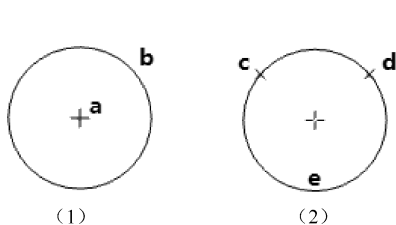

图 2-11 圆的画法
选择  圆工具，在绘图区单击鼠标左键确定圆心及圆周上一点，生成如图 2-11 (1) 所示的圆。
选择  3点工具，在绘图区用鼠标左键单击选择圆周上的三个点，生成如图 2-11 (2) 所示的圆。